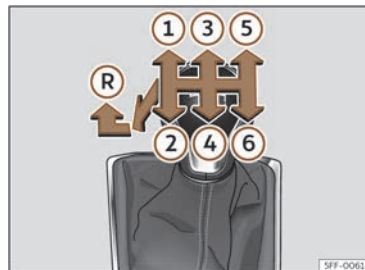

Abb. 124 Schaltschema eines 6-Gang-Schaltgetriebes.
Auf dem Schalthebel sind die Positionen der einzelnen Fahrgänge dargestellt >>> (Abb. 124).
- Schalthebel in die Neutralstellung bringen und nach unten drücken. Schalthebel ganz nach links und dann nach vorn in die Rückwärtsgangposition schieben >>> (Abb. 124) (R).